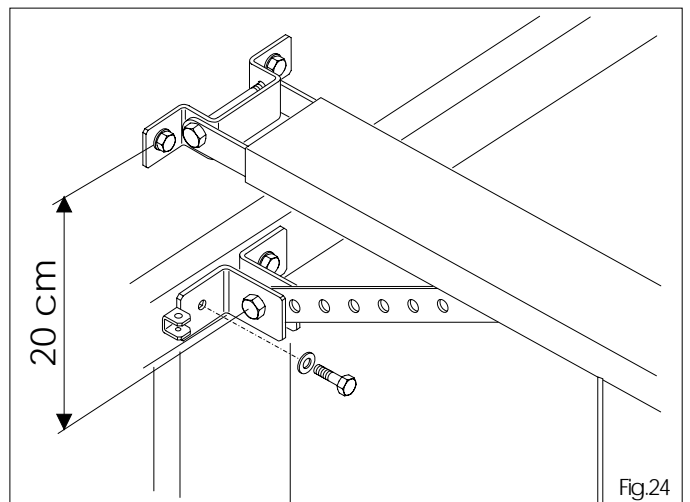

Fig.24
**N.B.:** La distanza tra staffa asta di trascinamento e staffa binario di scorrimento non deve superare i 20cm (max 30°) (fig.24).
6.22 Accertata la posizione, forare e fissare con viti adeguate (fig.24).